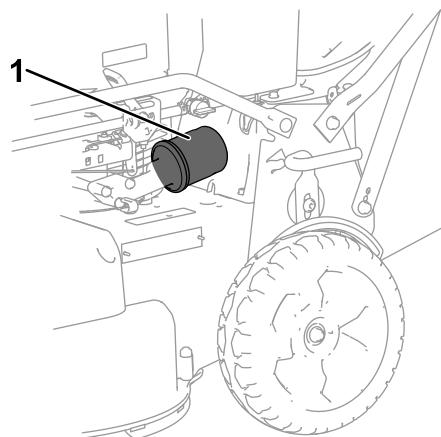

Figure 28
- Déposez le filtre à huile (Figure 28).